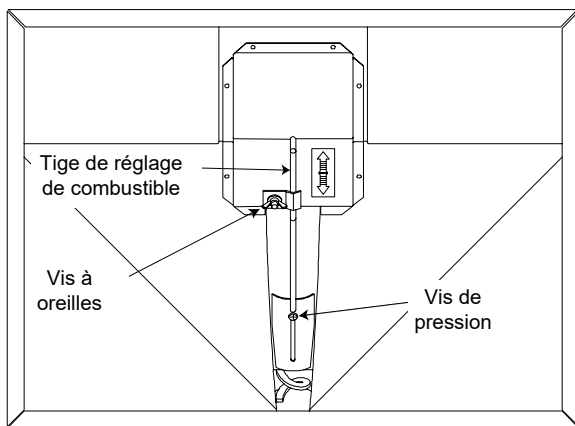

Figure 11.1
La tige de réglage du débit d'alimentation est réglée en usine et ce réglage devrait être adéquat pour la plupart des combustibles. La vis de pression se trouve au bas de la trémie. Elle a été desserrée en usine pour que la tige de réglage du combustible ne se déplace que quand on desserre la vis à oreilles sur la partie supérieure (**Voir la figure 11.1**). Ne resserrez pas cette vis de pression.
1. Desserrez la vis à oreilles (**Figure 11.1**).